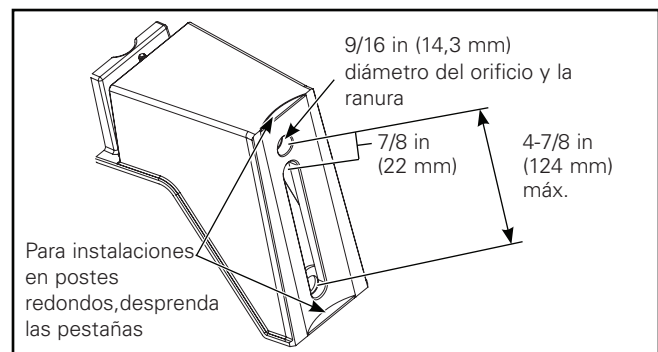

Figura 8
2. El brazo de montaje en poste está diseñado para un poste cuadrado o redondo. La instalación en poste redondo requerirá la remoción de las lengüetas desprendibles del brazo de montaje. Use alicates para quitar las pestañas (Figura 8).